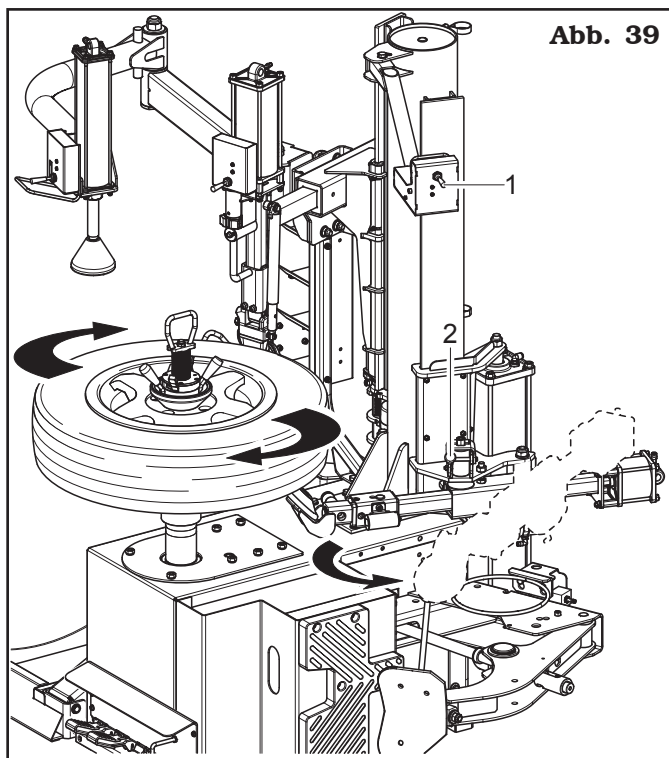

Abb. 39
7. Erst an dieser Stelle den Rad im Uhrzeigersinn drehen durch Druck auf das Pedal (**Abb. 19 Pkt. 3**). Mit der Drehung des Rades fortfahren, bis der Arbeitsschritt abgeschlossen ist (siehe **Abb. 39**).
8. Nachdem das Abdrücken des Unterteils ergänzt wird, die Rolle in Ruhestellung erneut tragen, durch Drücken nach unten das Hebel (**Abb. 39 Pkt. 1**) und durch Drücken das Hebel (**Abb. 39 Pkt. 2**).